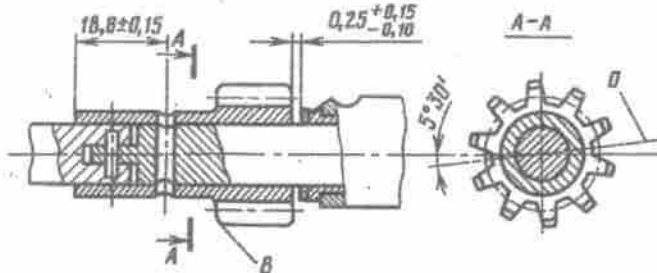

Bild 68. Lage des Antriebsrades auf der Welle:
2. Antriebswelle 10 des Verteilers mit Zwischenwelle 3 des Ölpumpenantriebs verbinden, Anschlagsscheibe 7 auf sie aufsetzen und Zahnrad auf die Welle aufpressen, indem zwischen Anschlagsscheibe und Antriebsrad des Verteilers ein Spiel von $0,25^{+0,15}_{-0,10}$ mm eingehalten wird (Bild 68).